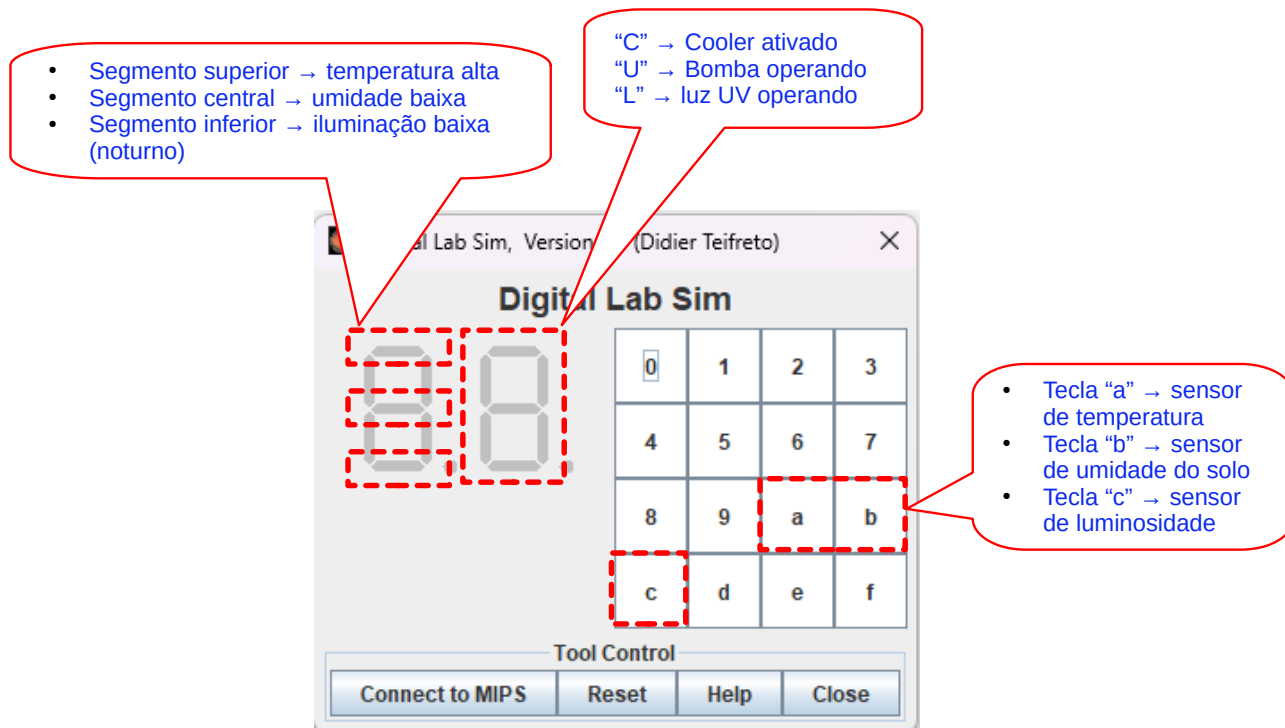

Figura 1: Regras de uso da interface Digital Lab Sim.
- Utilize o *Digital Lab Sim* como interface para o sistema. Veja informações na Figura 1.